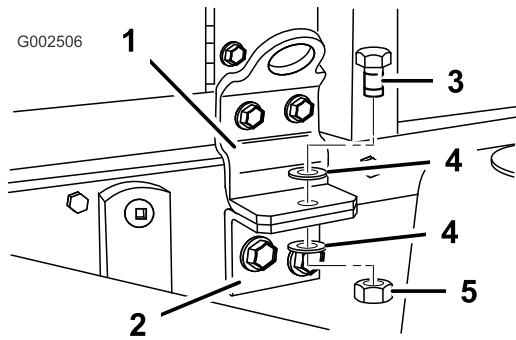

Figura 5
3. Retire los pernos de seguridad de la parte delantera del patín (Figura 5).